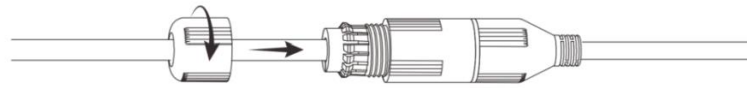
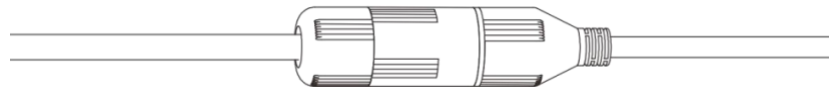

Рисунок 6.10 — Совмещение колпачка с основанием герметичной кабельной муфты
Рисунок 6.11 — Герметичное соединение
5. Совместите колпачок с основанием герметичной кабельной муфты и плотно закрутите колпачок (Рисунок 6.10) до обеспечения герметичного соединения (Рисунок 6.11)